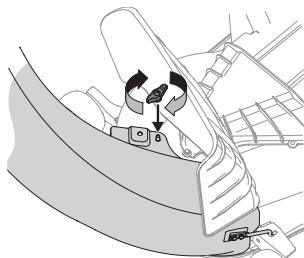

Figura 26
- Fije el codo del canal de descarga en la plataforma de corte usando una perilla de aletas (720-04122) a partir de el paquete de herrajes 689-01419. Consulte la Figura 26.